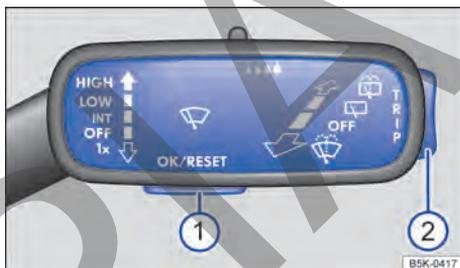

Fig. 17 En el lado derecho de la columna de dirección: teclas de la palanca del limpiacristales (representación esquemática).
Mientras haya una advertencia con prioridad 1, no se podrá acceder a ningún menú. Algunas advertencias se pueden confirmar y ocultar con la tecla → fig. 17 ①.
2. Si se muestra un mensaje o el pictograma de un vehículo, pulse la tecla → fig. 17 ①; si es necesario, varias veces.
3. Para visualizar los menús → pág. 25 o para volver a la selección de menús desde un menú o una indicación informativa, mantenga presionada la tecla basculante → fig. 17 ②.
5. Para abrir el menú o la indicación informativa que se muestre, pulse la tecla → fig. 17 ① o espere unos segundos hasta que el menú o la indicación informativa se abra automáticamente.
- En el menú visualizado, pulse la parte superior o inferior de la tecla basculante → fig. 17 ② hasta que se marque la opción de menú deseada. La opción aparece enmarcada.
- Para realizar las modificaciones deseadas, pulse la tecla → fig. 17 ①. Una marca indica que la función o el sistema en cuestión están activados.